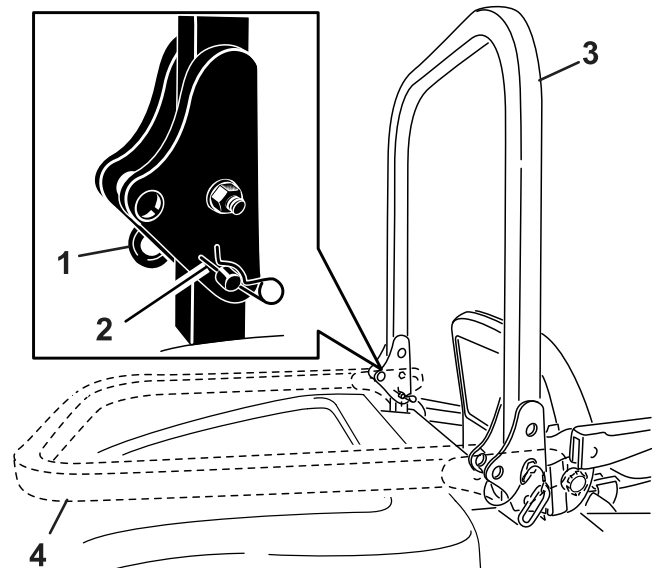

Bild 23
- Klappen Sie den Überrollbügel hoch und entfernen Sie die Splinte und die zwei Stifte (Bild 23).